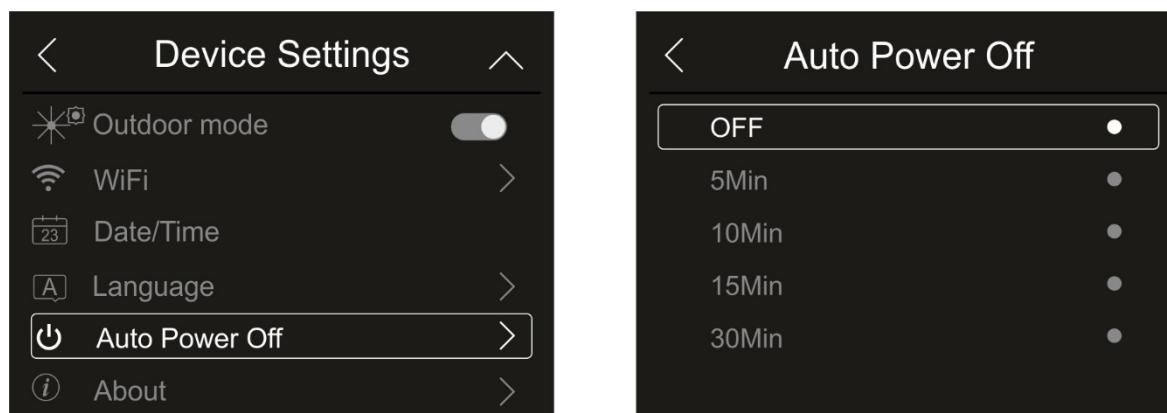

Fig. 21: Configuração de desligar automaticamente
1. Clique em “Auto Power Off” para definir o tempo de desligar automaticamente do instrumento. O ecrã da Fig. 21 - lado direito é exibido: